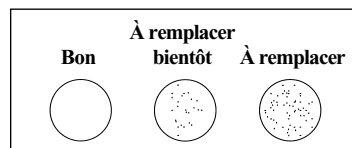

FIGURE 2. TABLEAU DE REMPLACEMENT DU CÂBLE À FIBRES OPTIQUES
La rupture de fibres optiques peut provoquer une interruption de la lumière et du fonctionnement. Placez-vous face à une lampe pour regarder le connecteur d'embout du câble à fibres optiques et examinez-le afin de déceler les fibres cassées. Elles sont indiquées par de petits points noirs sur leur surface (cf. figure 2). N'utilisez pas la source lumineuse pour fibres optiques afin de réaliser ce test car son intensité pourrait provoquer des lésions oculaires. Tout câble à fibres optiques endommagé ne doit pas être utilisé mais doit être remplacé.
- c. Maintenez le connecteur d'embout devant une lampe normale et examinez l'extrémité de l'adaptateur de source lumineuse du câble pour vous assurer que les fibres ne sont pas cassées. Remplacez le câble si trop de fibres sont brisées (cf. figure 2). Toute détérioration des fibres réduira la quantité de lumière transmise si bien que la bougie n'illuminera pas suffisamment. Si l'émission de lumière est réduite, il convient alors de replacer le câble à fibres optiques.